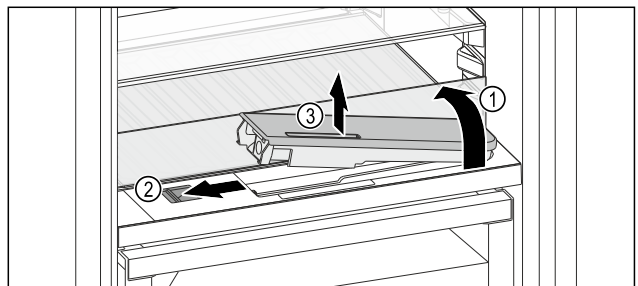

Fig. 225
- Glasplatte anheben und bis zum Anschlag nach hinten klappen Fig. 225 (1).
- Schieber Fig. 225 (2) nach links schieben.
- Wassertank entnehmen Fig. 225 (3).